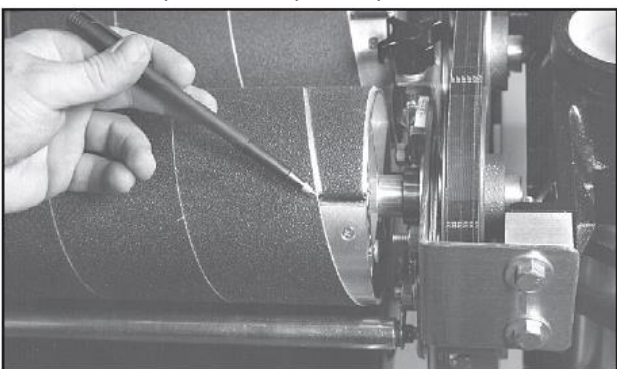

Рис. 16H Оставьте место внутри паза для перемещения полосы.
5. Крепежная деталь предназначена для автоматического устранения любого провисания, вызванного растяжением абразивной полосы. Важно: Поместите абразивную полосу в прорезь с достаточным пространством между внутренней частью прорези и коническим концом полосы, чтобы при необходимости ее можно было втянуть в барабан (рис. 16H). Обратите внимание, что отсутствие достаточного пространства между полосой и внутренней частью паза мешает правильной работе крепежа.